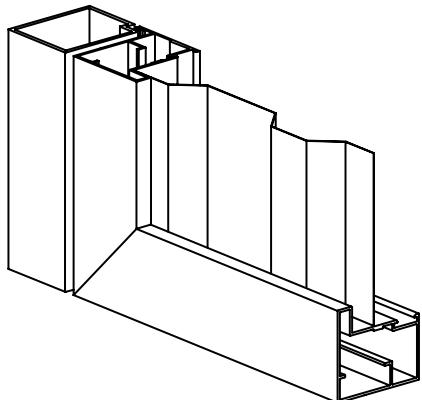

Рис. 7.6.6 – Калитка со встроенным монтажем, направлением открывания влево, наружу с вертикальным встроенным заполнением из профилированного листа:
- калитки со встроенным типом монтажа с открытием наружу (рис. 7.6.6, 7.6.7);